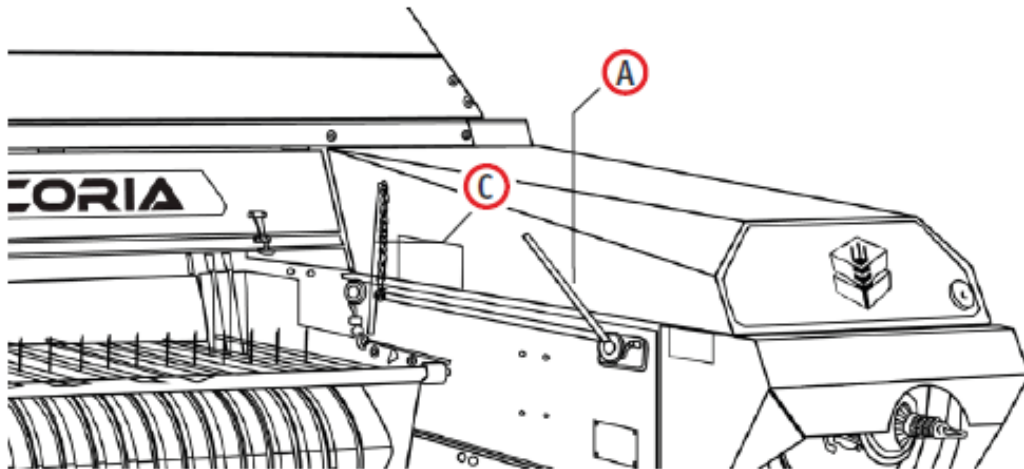

Fig. 1
La altura del recolector debe ajustarse con la palanca del gato (A) (Fig. 1) y asegurarse con la varilla (C) con su perno de seguridad.